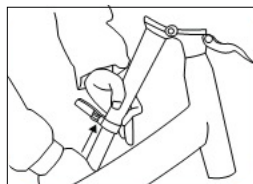

fig. 5.5
6. Rentez le guidon en le faisant coulisser (fig. 5.5).